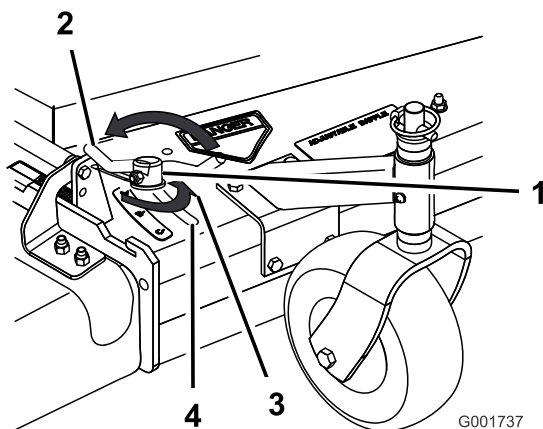

Figure 14
3. Pour régler le verrou à came, soulevez le levier pour desserrer le verrou (Figure 14).
5. Repoussez le levier à sa position d'origine pour serrer le déflecteur et le verrou (Figure 14).